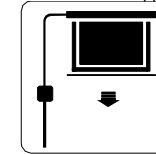

Abbildung 20
2. Schalten Sie den Schalter auf die Position „=“ um, und die Leinwand wird langsam nach unten ausrollen, dann hält sie automatisch auf. (Abbildung 20)